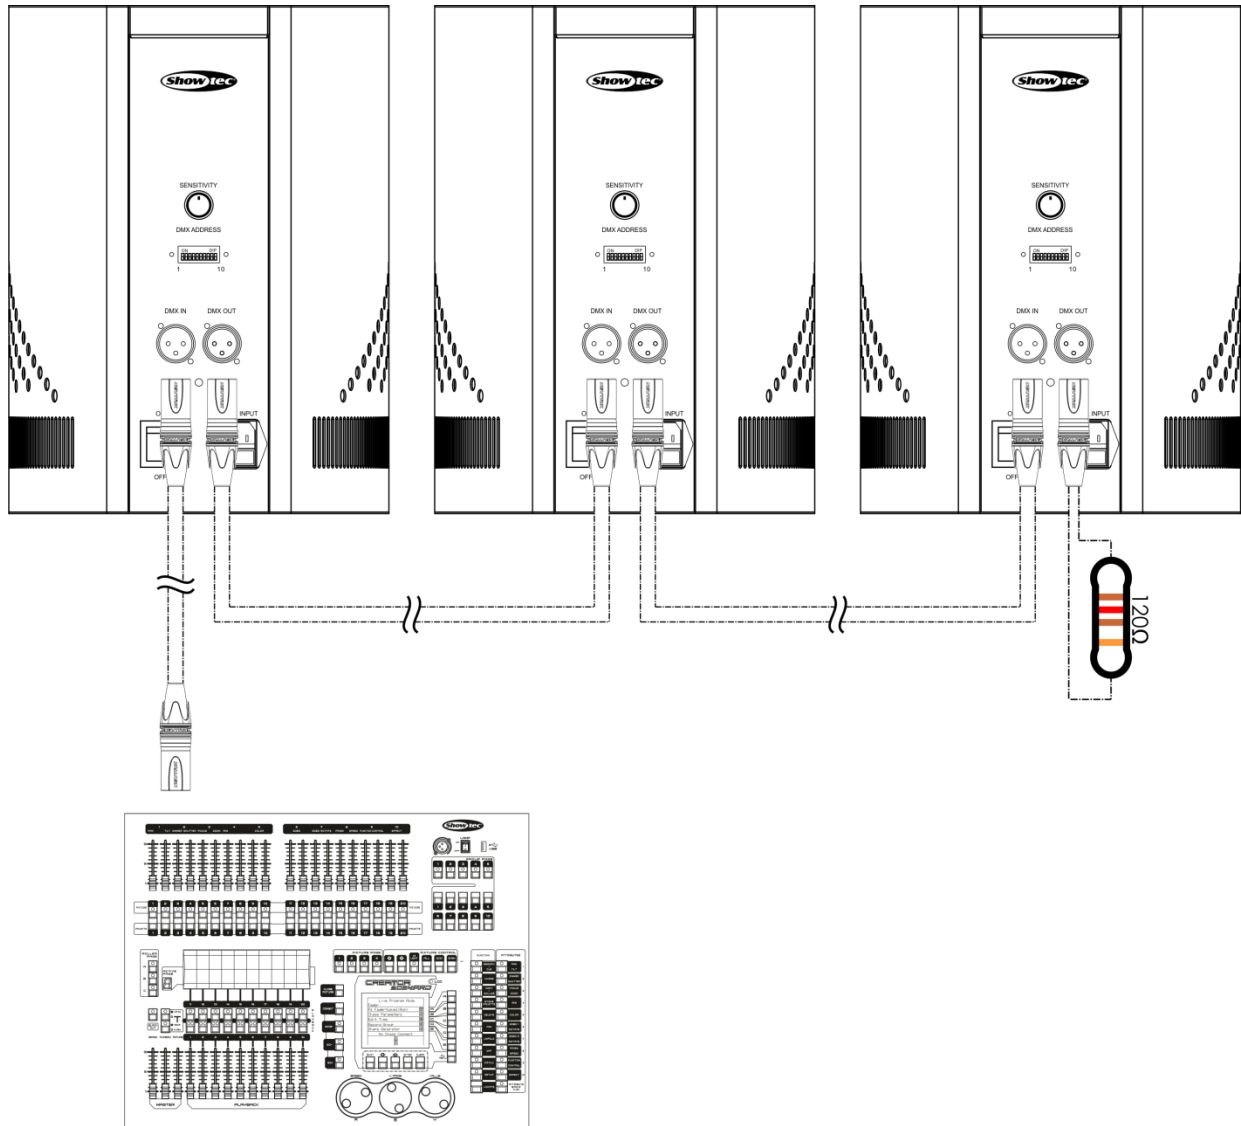

Fig. 03
- 05) Interconecte las unidades como se muestra en la Fig. 03. Para ello conecte un cable de señal DMX que vaya desde el conector DMX Out (salida) de la primera unidad hasta el conector DMX In (entrada) de la segunda unidad. Repita este proceso para interconectar las unidades segunda, tercera y cuarta.